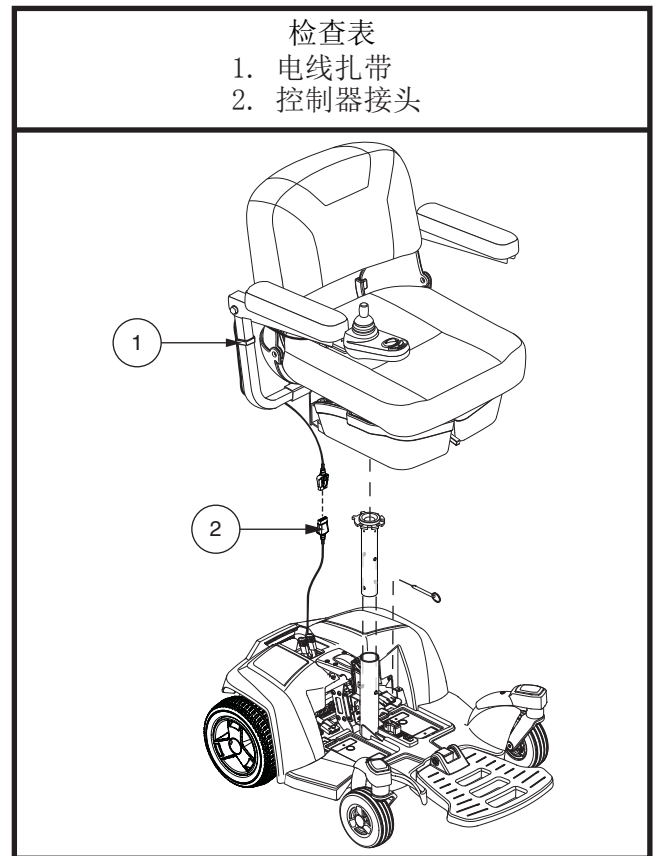

图 5. 安装座位
2. 将座椅安装至座位立柱上。见图5.
7. 使用扎带将控制器连接线束固定至扶手上。见图5。
3. 从动力底座断开控制器连接器。见图5。